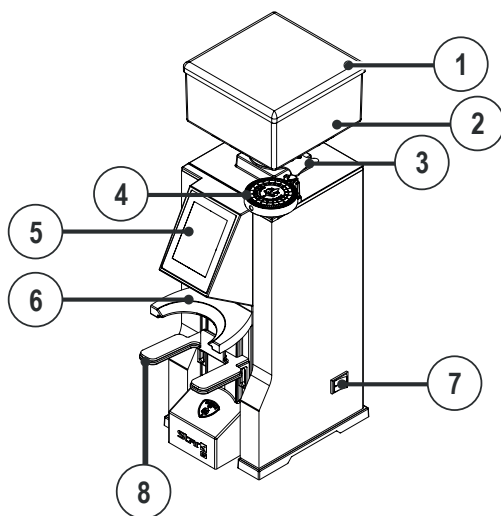
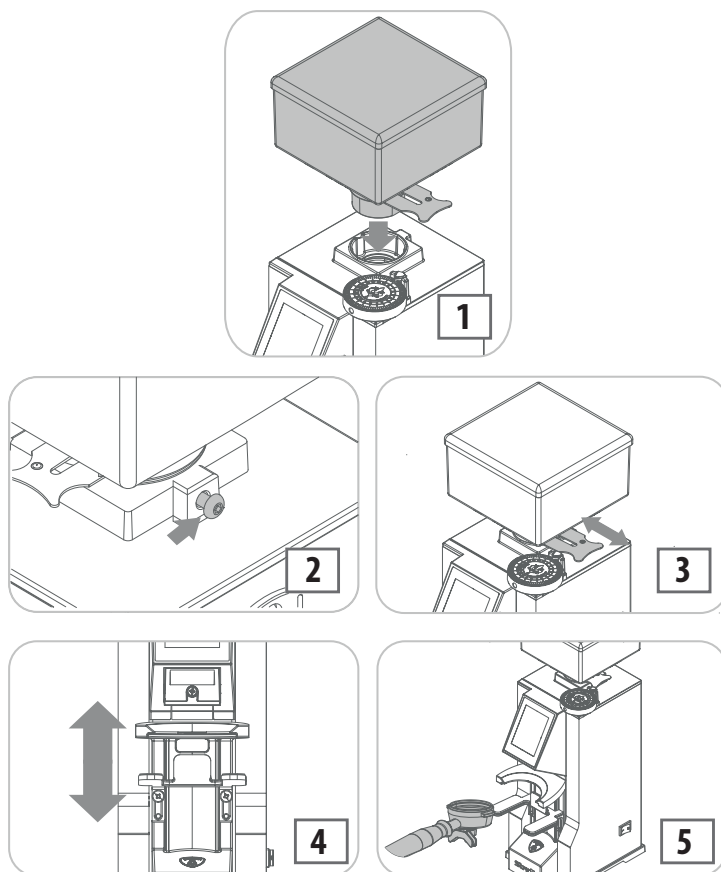

Fig. 5.1 - Описание устройства
Fig. 7.1 - Предварительные операции
Компоненты устройства см. на Fig. 5.1.
- Установите контейнер для кофейных зерен в гнездо (1 – Fig. 7.1), расположив его так, чтобы отверстие совмещалось с винтом сзади (2 - Fig. 7.1).
- Нажмите на рычажок, чтобы закрыть подачу кофейных зерен (3 – Fig. 7.1).
- Ослабьте винты (4 - Fig. 7.1), чтобы отрегулировать высоту вилки портафилтра. Когда вилка будет установлена на нужной высоте, снова затяните винты.
- Переведите выключатель в положение включения (7 – Fig. 5.1).
- Поставьте чашу держателя фильтра на вилку (5 – Рис. 7.1), убедившись, что вилка находится точно под носиком выдачи (6 – Рис. 5.1).
- Поставьте чашу держателя фильтра на вилку (5 - Рис. 7.1), убедившись, что вилка находится точно под носиком выдачи (6 - Рис. 5.1).